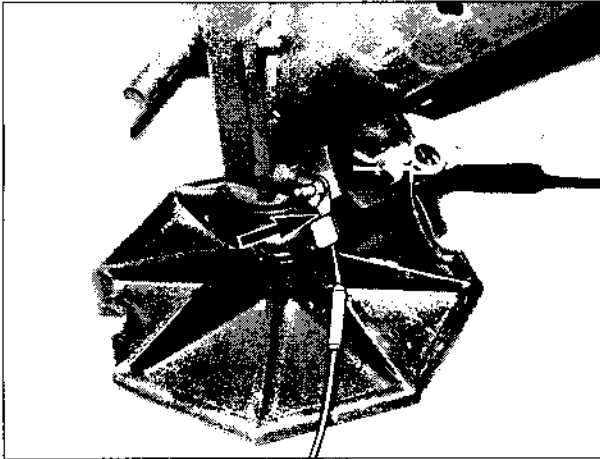

Bild 86
18. Erdungsleitungen, 0,6 m, an die Anschlussstellen der Stützarme (Bild 86/Pfeil) anschließen.